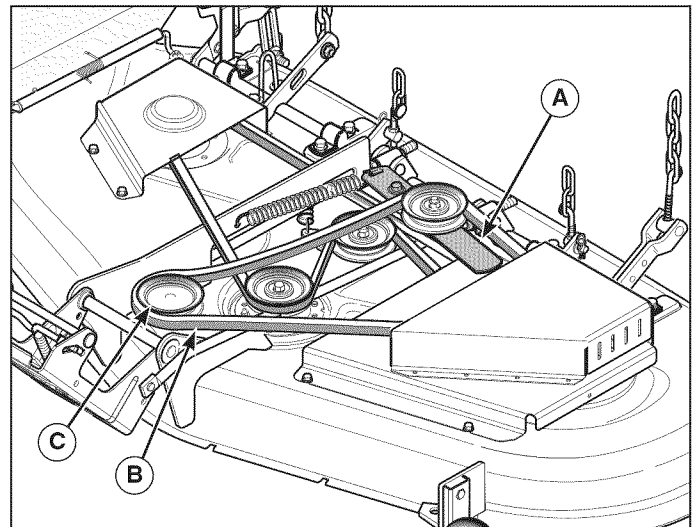

Figura 17
4. Tire de la palanca de la polea tensora (A, Figura 17) para liberar la tensión de la correa. Retire la correa (B) de la polea del PTO (C).
7. Tire de la palanca de la polea tensora (A, Figura 17) para liberar la tensión de la correa. Instale la correa (B) en la polea del PTO (C).